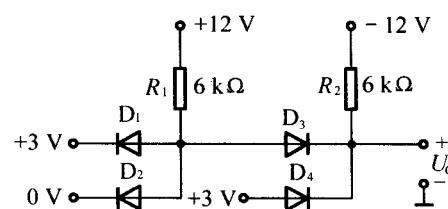

图 1-13
1.7 在图 1-13 所示电路中,二极管均为理想元件,则输出电压 U_0 为()。